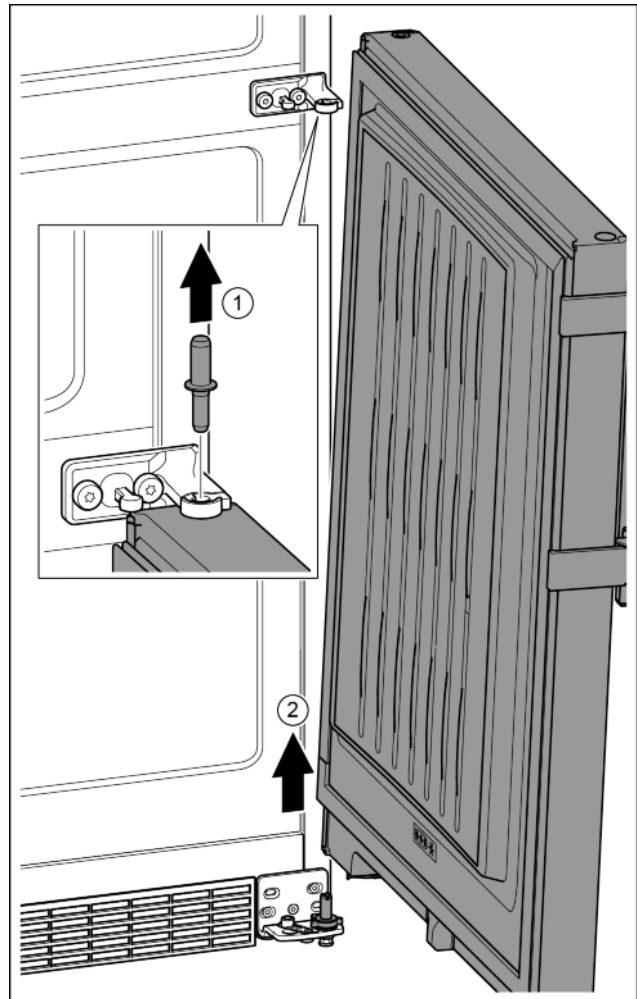

Fig. 11
- ▶ Вынуть пальцы вверх. Fig. 11 (1)
- ▶ Отклонить дверь, приподнять вверх и отставить в сторону. Fig. 11 (2)